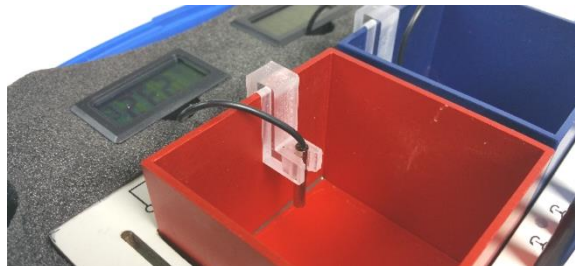

Fig. 1 Disposição dos sensores de temperatura
- Dispor os sensores de temperatura em ambos os reservatórios conforme a Fig. 1.